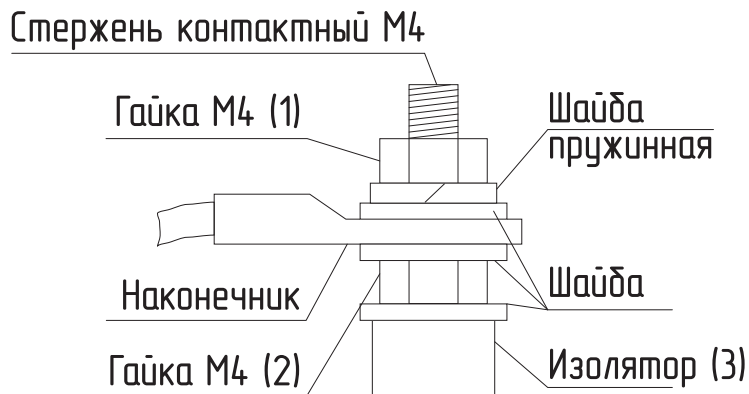

Рис.16 Присоединение проводов к выводам блок ТЭН
- при замене блок ТЭН присоединение фазных проводов к выводам блок ТЭН производить согласно **Рис.16**. Сечение кабеля указано в **таблице 1 и 2**;
- провод нейтрали «N» подключить на перемычку блока ТЭН (**Рис.16**).